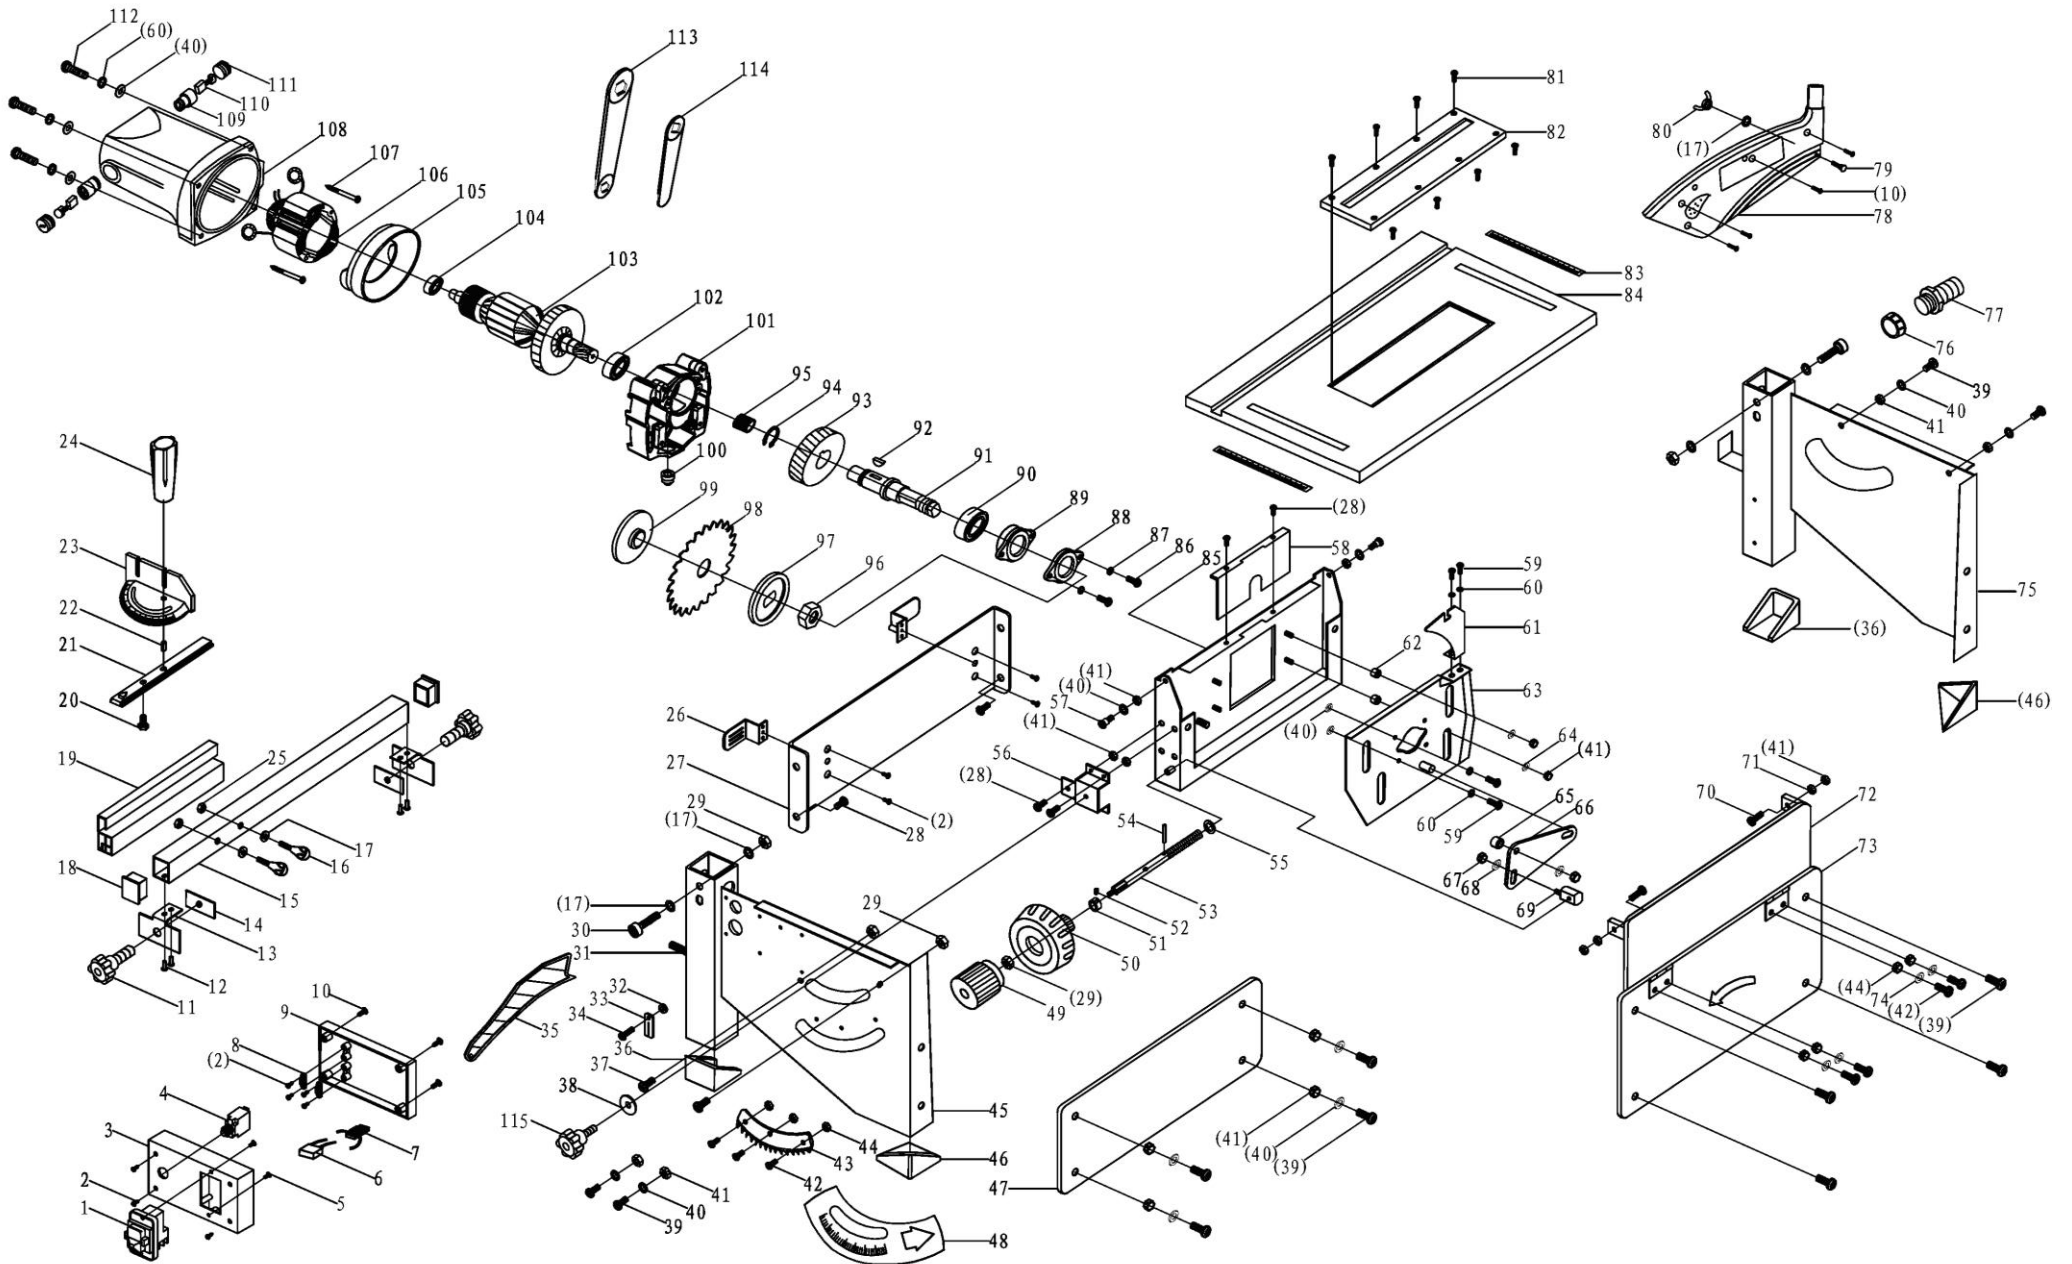

Рис. 1
9.4. Используйте специальные ключи (Ж, И), входящие в комплектацию пилы, Рис. 1. Как показано на Рис. 6в, удерживая ключом (36) шпиндель (35), ключом (39) открутите гайку (38). Гайка (38) откручивается по направлению вращения пильного диска (23), Рис. 6б.
**Детали сборки «Корвет 10М» (Рис. 1)**